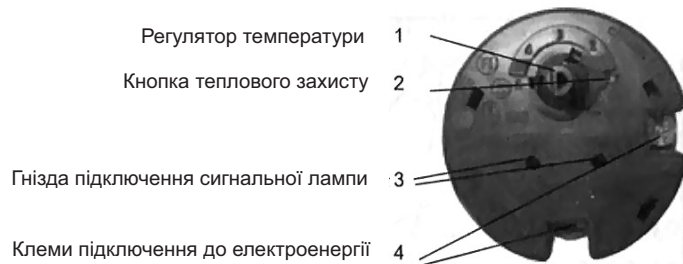

Рис. 3. Зовнішній вигляд терморегулятора
- зняти захисну кришку натиснути на кнопку яка розташована в корпусі терморегулятора (рис. 3).
4. Регулювання температури нагріву виконується поворотом ручки регулювання на термостаті (рис. 3) під захисною кришкою. Збільшення температури нагрівання - повертанням регулятора проти годинникової стрілки, зменшення температури - за годинниковою стрілкою.